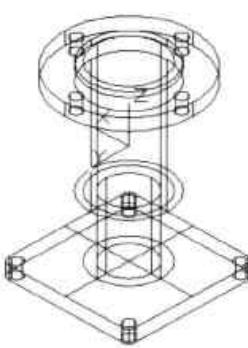

图13-65 移动坐标系
**Step18** 将坐标移至方形接头中心位置，然后将该坐标向Z轴移至65mm，如图13-65所示。